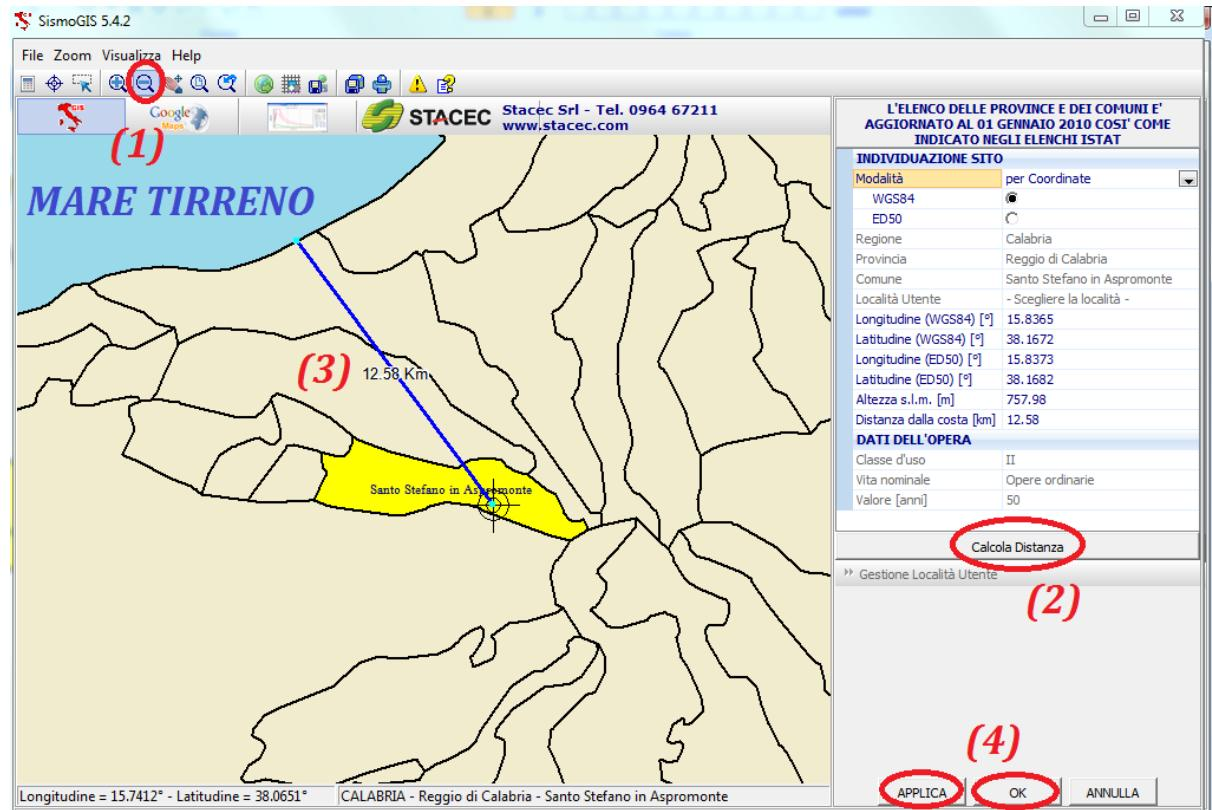

Figura 3
Per conoscere anche la distanza dalla costa utile, in seguito, nella definizione delle azioni esterne agenti sulla struttura derivanti dal vento, fare riferimento alla figura 3 e cliccare tante volte sul tasto ‘Zoom Meno’ (1) con lo scopo di allargare la geografia del sito fino a intravedere il mare Tirreno.